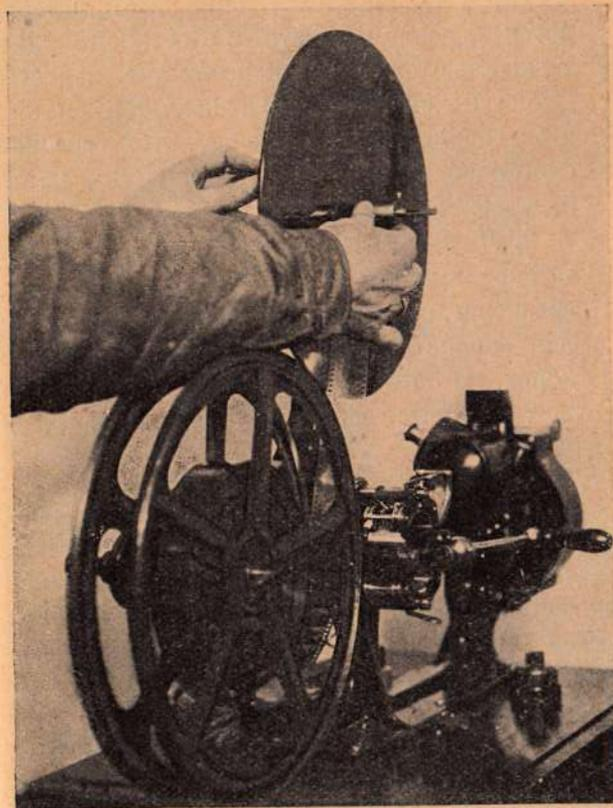
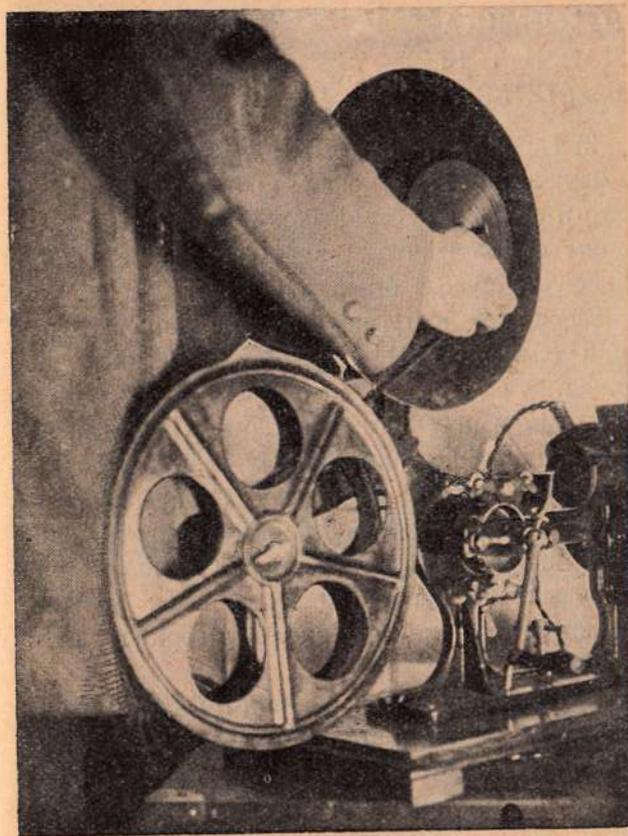

Рис. 19. Смотка фильма на диск (начало).
Рис. 20. Смотка фильмы на диск (конец).
**ПОДГОТОВКА КАРТИН** Ленты (картины) вынимаются из коробок и прежде всего проверяется — правильно ли они смотаны, для проверки чего поступают так: размотав с метр ленты, опускают конец ее вниз, а смоток поднимают вверх, и если изображение (или надпись) на ленте «вверх ногами», то лента намотана правильно. Если же не «вверх ногами», то ее следует перемотать. Перемотка производится при помощи перематывателя, находящегося сверху аппарата. Картину надевают на разборную катушку (или два диска без втулок), которую, в свою очередь, помещают на ось нижнего рычага. На ось же перематывателя надевают специальный диск, для смотки лент (рис. 19). Затем, плотно прижав конец ленты к втулке диска (см. рис. 19), вертеть ручку перематывателя так, чтобы лента закрепилась на втулке. Дальше, оттягивают барашек нижней оси (75—рис. 8), находящийся на левом конце оси, и затем поворачивают его немного влево или вправо и оставляют в таком положении во время перемотки (положение А). После этого начинают вертеть ручку перематывателя до тех пор, пока вся лента не окажется на диске. Важно во время перемотки на диск придерживать ленту на нем рукой (рис. 20), в противном случае, лента будет смотана неровно и может быть изорвана. Дальше, оттянув смотанную ленту от диска и придерживая ее левой рукой, правой